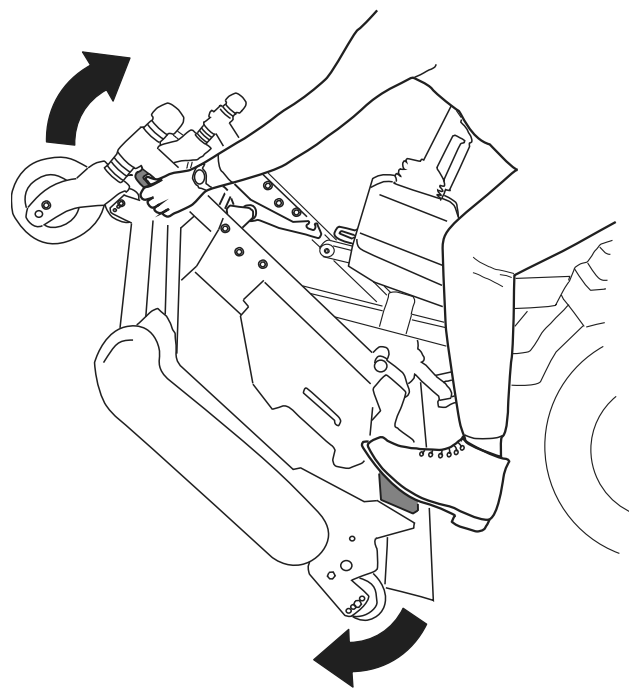
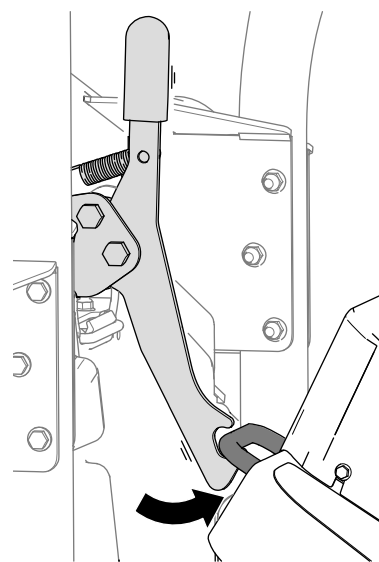
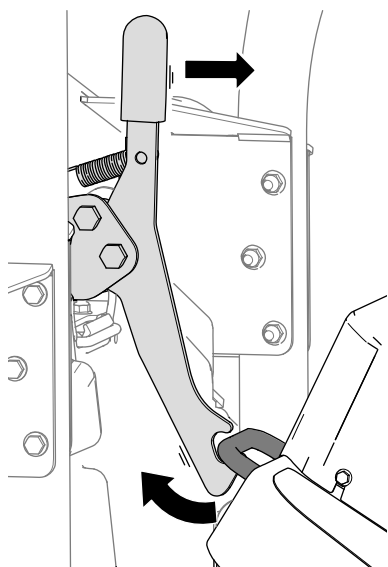

図 36
図 37
図 38
5. カッティングユニットを立てる 図 36と、ラッチがロープ掛けブラケットに掛かる 図 37。
1. ロープ掛けブラケットに掛かっているラッチを外す 図 38 カッティングユニットを少しだけ前に倒して 図 36、ラッチのハンドルを前方へ動かせばよい。